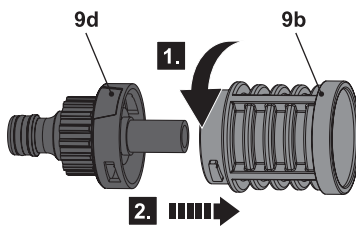

Fig. 15
4. Retire o adaptador do filtro (9d) e o filtro (9b) da mangueira de água (9).
5. Rode o filtro (9b) para a esquerda (Fig. 15, passo 1) e retire-o do adaptador (passo 2).